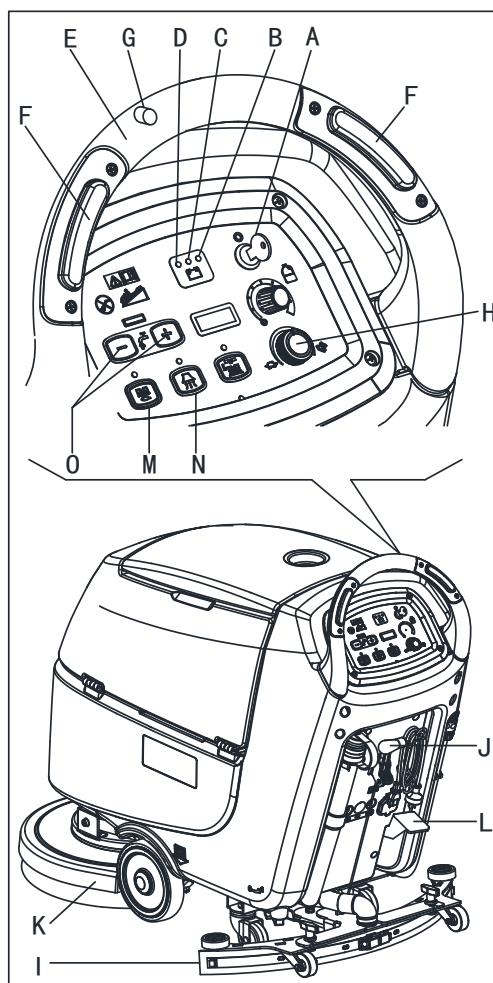

Figure 6
2. Insérer la clé de contact (A, Fig. 6) et la tourner sur "I". Vérifier que le témoin lumineux vert (B) se met en marche (batterie chargée). Si le témoin lumineux LED jaune (C) ou rouge (D) s'allume, retourner la clé de contact sur "0" et charger les batteries (voir la procédure au chapitre Entretien).
- En la poussant en ayant les mains sur le guidon (E) (uniquement pour les machines sans traction).
- En la poussant en ayant les mains sur le guidon (E) et en appuyant sur le commutateur (F) pour avancer, ou en appuyant sur le commutateur (F) avec le commutateur (G) pour reculer (uniquement pour la machine à traction). La vitesse d'avancement peut être réglée avec le dispositif de réglage (H).
4. Abaisser la raclette (I) avec le levier (J).
5. Abaisser la tête de brosse (K) en appuyant sur la pédale (L).
6. Appuyer sur le commutateur de la brosse/du support de disque (M) sur le commutateur du système d'aspiration (N).
7. Appuyer sur les commutateurs de commande du débit d'eau de lavage (O), si nécessaire, en fonction du type de nettoyage à effectuer.
- (uniquement pour les machines sans traction) en poussant la machine en ayant les mains sur le guidon (E) et en appuyant sur le commutateur (F).
- (uniquement pour les machines avec traction) en poussant la machine en ayant les mains sur le guidon (E) et en appuyant sur le commutateur (F). Si nécessaire, la vitesse d'avancement peut être réglée avec le dispositif de réglage (H).
2. Tout en gardant les deux mains sur le guidon, appuyer sur l'interrupteur de sécurité (F, Fig. 6), puis manœuvrer la machine et commencer à laver/sécher le sol.